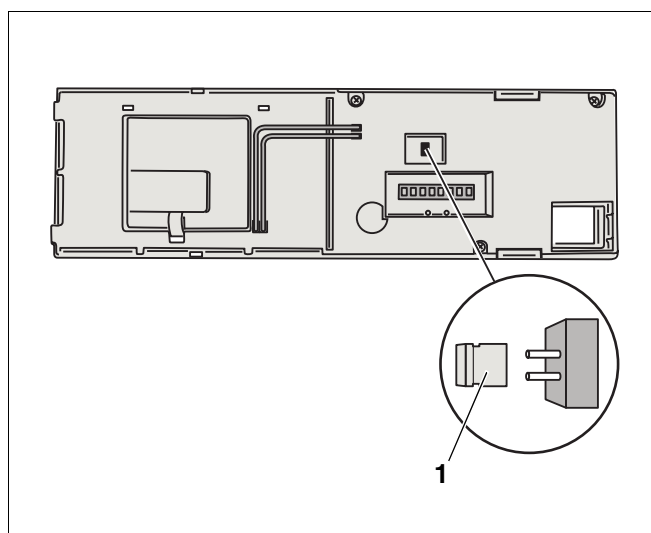

Abb. 15 Rückseite des Basiscontrollers BC10
- Jumper (Abb. 15, **Pos. 1**) ggf. abziehen, wenn die Kesselleistung begrenzt werden soll.